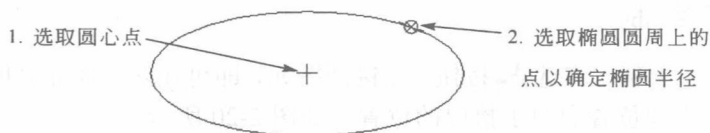

图 2-14 椭圆的绘制
(5) **椭圆的绘制** 点选按钮 , 先用鼠标左键选取圆心点，再用鼠标左键选取椭圆圆周上的点以确定椭圆半径，如图 2-14 所示。